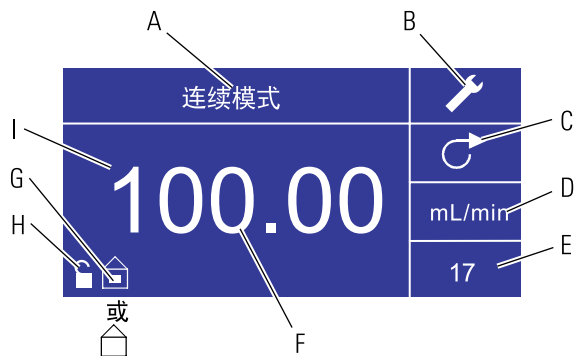

图 3-2 连续模式屏幕
- F. **当前流速：**中心数字显示控制台的流速，单位是选中的流速单位且会显示在右侧（参见图3-2中的D位置）。